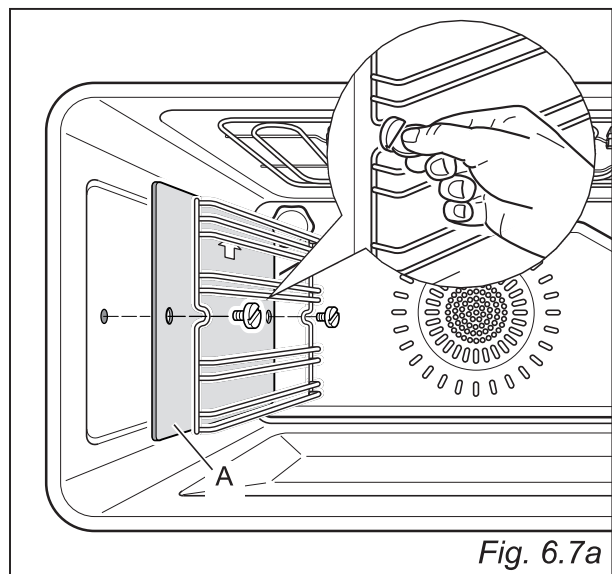

Fig. 6.7a
- fixant aux parois du four par 2 vis (fig. 6.7a).
Dans les modèles avec panneaux autonettoyants de série, accrocher les chassis latéraux en interposant les panneaux autonettoyants "A" (la flèche tournée vers le haut - (fig. 6.7a).
- Vissez les grilles latérales sur les parois du four (et les panneaux autonettoyants s'ils sont fournis - fig. 6.7a).